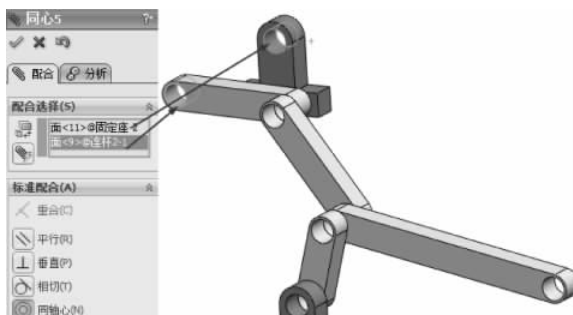

图 3-178 同轴心配合
(10) 选择【标准配合】选项组下的【同轴心】配合类型 ,在【要配合的实体】选择框  中选择如图 3-178 所示的面,其他保持默认,单击【确定】按钮 ,完成同轴心配合。